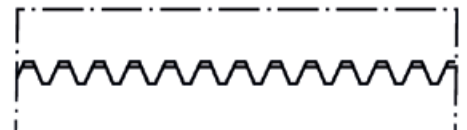

Bild 16
**Lückenverzahnung** (Bild 16) hat großes Umfangsspiel und ermöglicht vor allem in Verbindung mit Schnellerregung (siehe Abschnitt „Elektrische Schaltungen“ ab Seite 22) das Einschalten bei höheren Drehzahlen. Diese Werte müssen durch Versuch ermittelt werden.